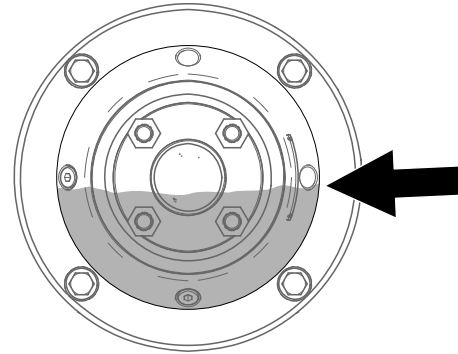

Bild 56
6. Füllen Sie das Öl, wie zu Beginn dieses Verfahrens angegeben, durch die obere Öffnung ein, bis der Füllstand die Öffnung der seitlichen Ablassschraube erreicht (Bild 56).